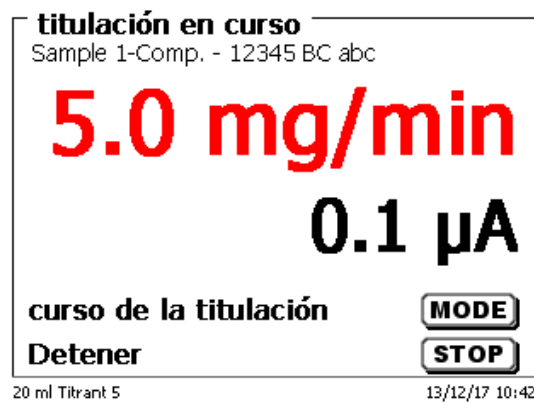

Fig. 53
- la deriva con el valor medido en μA (Fig. 53),